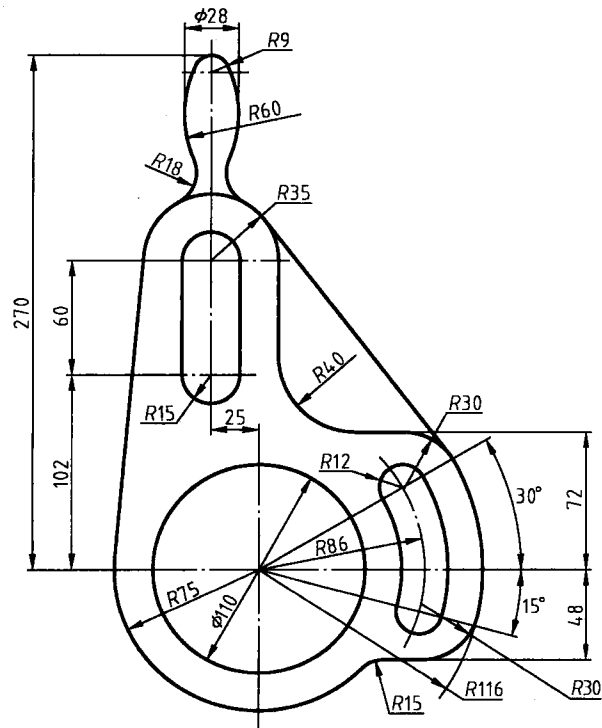

图 1-14 平面图 (七)
- 3) 以 A2 图幅为样板绘制挂轮架零件平面图, 如图 1-14 所示。